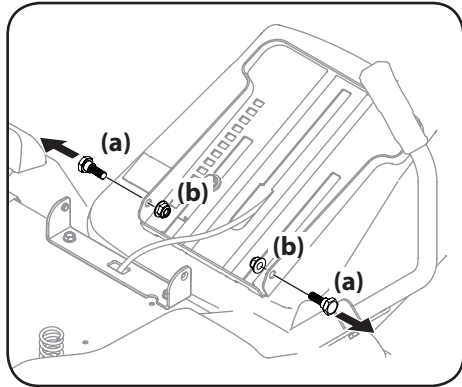

Figura 2-4
2. Quite los dos tornillos con reborde (a) y las tuercas de seguridad con brida del contenedor (b) del asiento tal como se muestra en Figura 2-4.